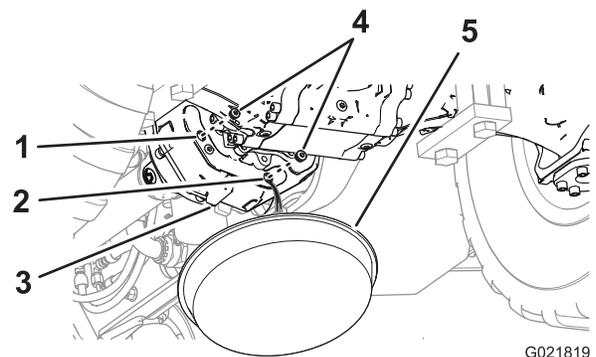

Figura 73
1. Coloque un recipiente de vaciado debajo de la parte trasera del alojamiento de la transmisión (Figura 73).
2. Retire los tapones del orificio de vaciado y de la mirilla del alojamiento de la transmisión (Figura 73).